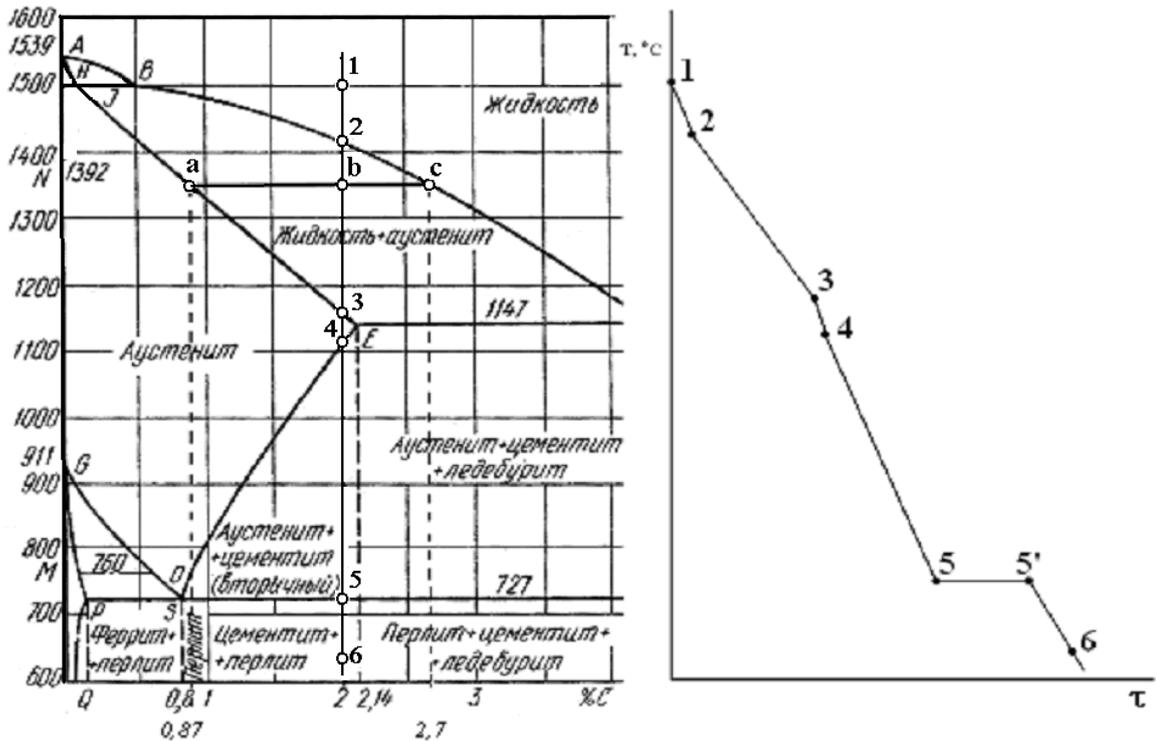

Рисунок 24 – Диаграмма Fe-C и кривая охлаждения для сплава с 2% С.
1.7. Зарисовываем диаграмму железо-углерод – см. рисунок 24.
Условиям задания соответствует точка **b** на диаграмме (см. рисунок 24). В этой точке имеются аустенит, химический состав которого описывается точкой **a** (0,87%С) и расплав, химический состав которого описывается точкой **c** (2,7%С). Составляем и решаем пропорцию: